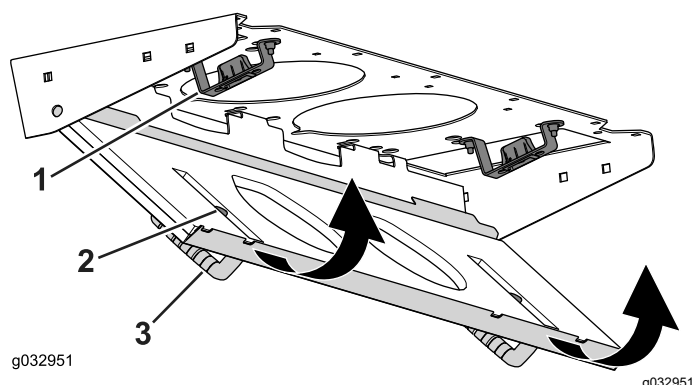

Рисунок 61
4. Поверните сетчатый фильтр вокруг монтажных лепестков так, чтобы защелка зафиксировалась в креплении защелки в сборе (Рисунок 61).